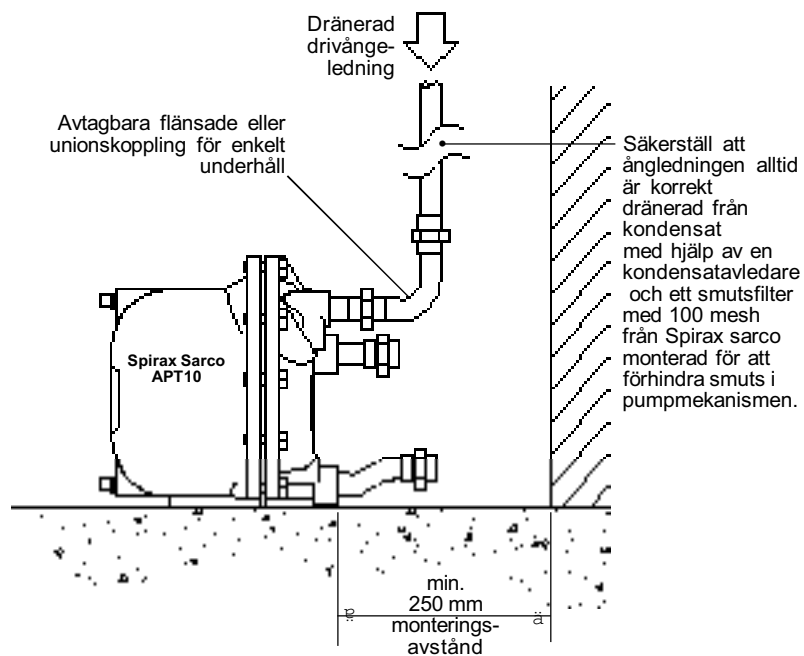

Fig. 10 Föreslagen anslutning eller drivångstillförsel och utblåsningssystem.
3.3 Anslutningar (se installationsdiagrammet Fig. 10 på nästa sida)
4.1 Säkerställ först att inlopps- och utloppsrör- och drivånga/utblåsningens anslutningarna har anslutits enligt fig. 10/11 och öppna sen drivångsledningen långsamt på inloppssidan för att tillföra tryck till APT10. Försäkra att utblåsning/balansledningen är öppen och inte har något hinder.